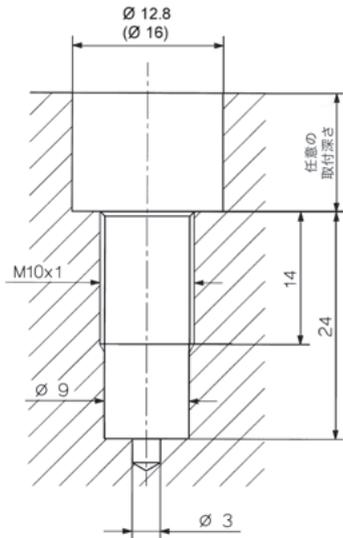

図1：底が平坦な取付穴を使用する場合
- 図1のような取付穴を設けます。穴先端部(φ9mm)はセンサ先端部と接触するため、平坦に加工してください(必要に応じて型式1300A21の工具を使用して仕上げ加工を施し、圧縮エアで切り屑を吹き飛ばしてきれいにしてください)。
- 図 1 のような取付穴を設けます。穴先端部 (φ9mm) はセンサ先端部と接触するため、平坦に加工してください (必要に応じて型式 1300A21 の工具を使用して仕上げ加工を施し、圧縮エアで切り屑を吹き飛ばしてきれいにしてください)。